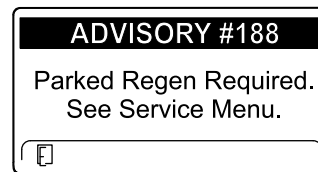

Figure 49
- ADVISORY #188 (avis n° 188), demande de régénération en stationnement, affiché (Figure 49)